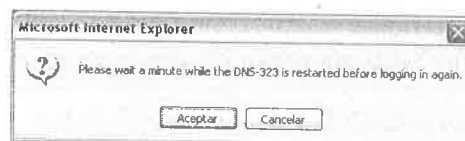

Figura 37: pantalla de advertencia.
- Figura 37: Seleccionar "Aceptar".